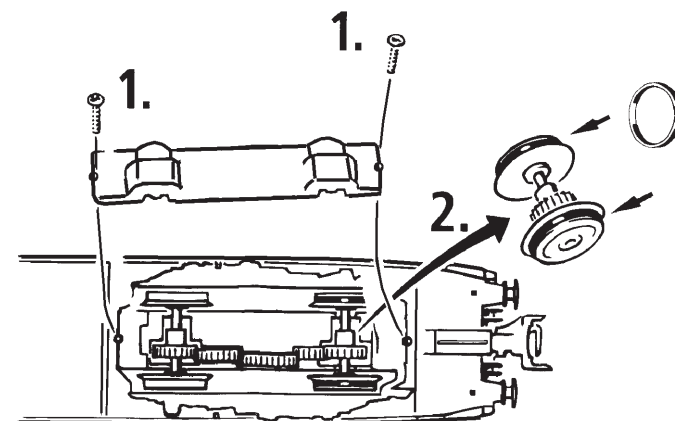

Fig. 9
**2. Schmierung:** Versehen Sie die im Schmierplan in Fig. 9 gekennzeichneten Stellen mit nur **kleinen Öltropfen**. Dazu zuerst das Lokgehäuse abnehmen (Fig. 4). Wir empfehlen den **ROCO Öler Art.-Nr. 10906**. Fürs Schmieren der Getriebeteile (Zahnräder, Schnecke) empfehlen wir das **ROCO-Spezialfett Art.-Nr. 10905**. Im Falle der Schmierung diese Teile **nicht ölen**.
**2. Lubrication:** Apply **tiny oil drops** to spots marked in fig. 9. Prior to lubrication dismantle locomotive (fig. 4). We recommend using item no. **10906, Roco oiler**. For lubrication the gearparts (e.g. cogwheels, worm) we should recommend our Roco **special grease** (item no. **10905**).
**2. Graissage:** N'appliquez **qu'une toute petite goutte** aux endroits indiqués par le plan de graissage (fig. 9) après avoir démonté la caisse de la locomotive (fig. 4). Nous vous recommandons le **graisseur à huile Roco réf. 10906**. Pour graisser les engrenages (roues dentées, vis sans fin) nous vous conseillons la **graisse spéciale Roco réf. 10905** pour engrenages en matières synthétiques. Lorsque vous utilisez cette graisse il faut éviter d'huiler ces composants.